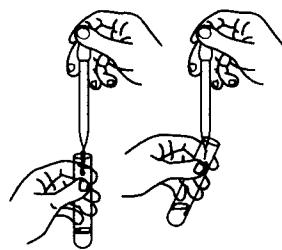

图8 用滴管将试剂加入试管中
(1) 将试剂滴入试管时,必须用无名指和中指夹住滴管,将它悬空地放在靠近试管的上方(图8),然后用大拇指和食指钳紧橡皮头,使试剂滴入试管中,绝对禁止将滴管伸入试管中,否则,滴管的管端将很容易碰到试管壁上而粘附了其他溶液,如果再将此滴管放回试剂瓶中,则试剂将被污染,不能再使用。
(2) 滴瓶上的滴管只能专用,不能和其他滴瓶上的滴管互混。因此,用后应立刻将滴管插回原来的滴瓶中。
(3) 取用试剂时,不能将试剂瓶拿到自己面前,不能随便挪动试剂瓶在试剂架上的固定位置。
(4) 滴管从滴瓶上取出试剂后,应保持橡皮头在上,不要平放或斜放,以防滴管中的试剂流入橡皮头,腐蚀橡皮头,污染试剂。